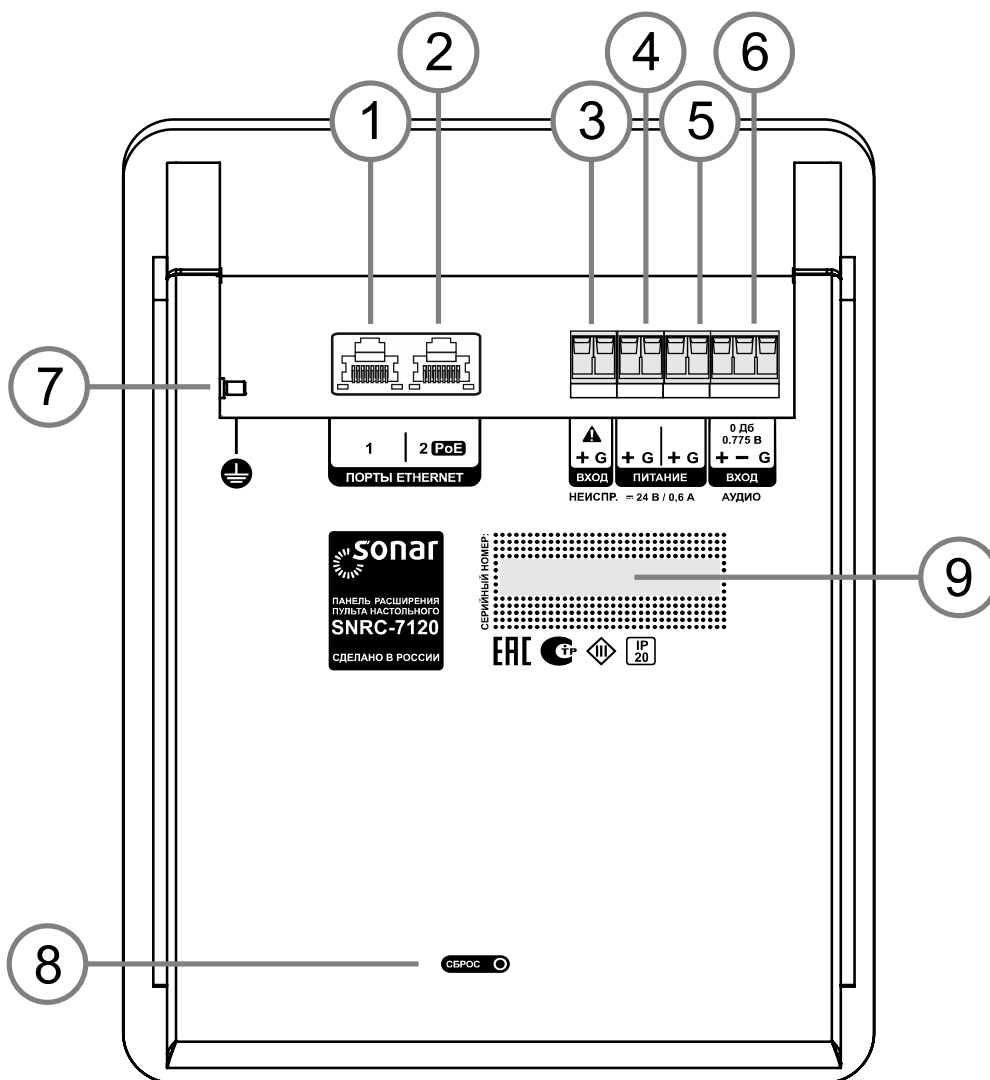

Рисунок 2
5.3 На задней части панели (Рисунок 2) расположены:
- ① – порт Ethernet № 1;
- ② – порт Ethernet № 2 с возможностью питания по PoE (стандарт IEEE 802.3af, класс 0);
- ③ – вход «НЕИСПР.» для приема сигнала неисправности типа «сухой контакт»;
- ④ – разъем основного питания 24 В, 0,6 А;
- ⑤ – разъем резервного питания 24 В, 0,6 А;
- ⑥ – вход «АУДИО» для приема аудио сигнала линейного уровня 0 дБ (0,775 В);
- ⑦ – болт заземления (для защиты от статического электричества и наводок);
- ⑧ – кнопка «СБРОС» возврата сетевых настроек панели на заводские (расположена на нижней части);
- ⑨ – место расположения серийного номера.
- соединить клеммы разъема основного питания ИЛИ клеммы разъема резервного питания панели (см. рисунок 2) с соответствующими клеммами источника питания проводниками сечением не менее 0,5 мм2;